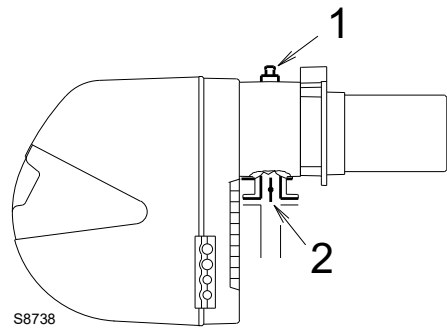

Fig. 24
Pressione del gas misurata alla presa 1)(Fig. 24), con:
Perdita di carico farfalla gas 2)(Fig. 24) con apertura massima: 90°.
- sottrarre dalla pressione del gas alla presa 1)(Fig. 24) la pressione in camera di combustione.
Per conoscere invece la pressione del gas necessaria alla presa 1)(Fig. 24), fissata la potenza massima di modulazione alla quale si desidera funzioni il bruciatore:
- Leggere sulla destra, colonna 1, la pressione alla presa 1)(Fig. 24).
pressione necessaria alla presa 1)(Fig. 24).